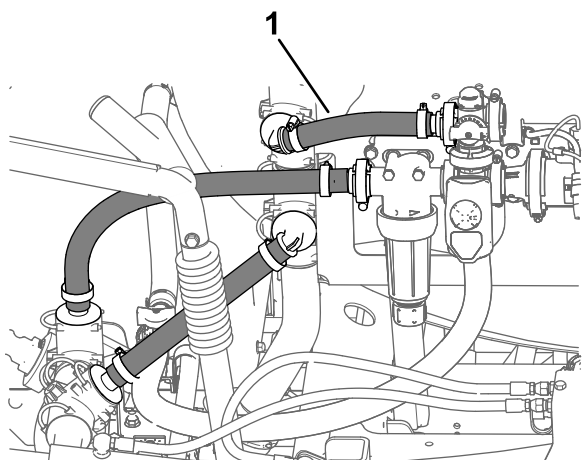

Figure 3
- Retirez les 3 flexibles, comme montré à la Figure 3.